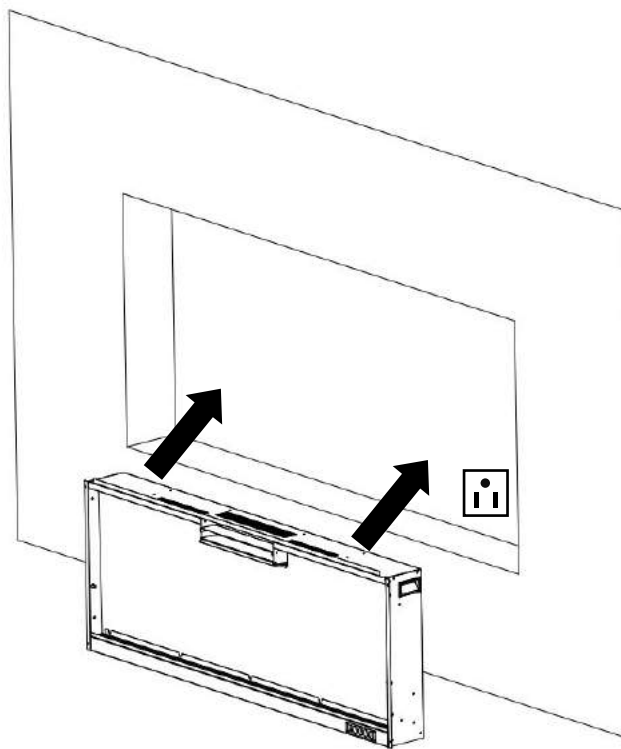
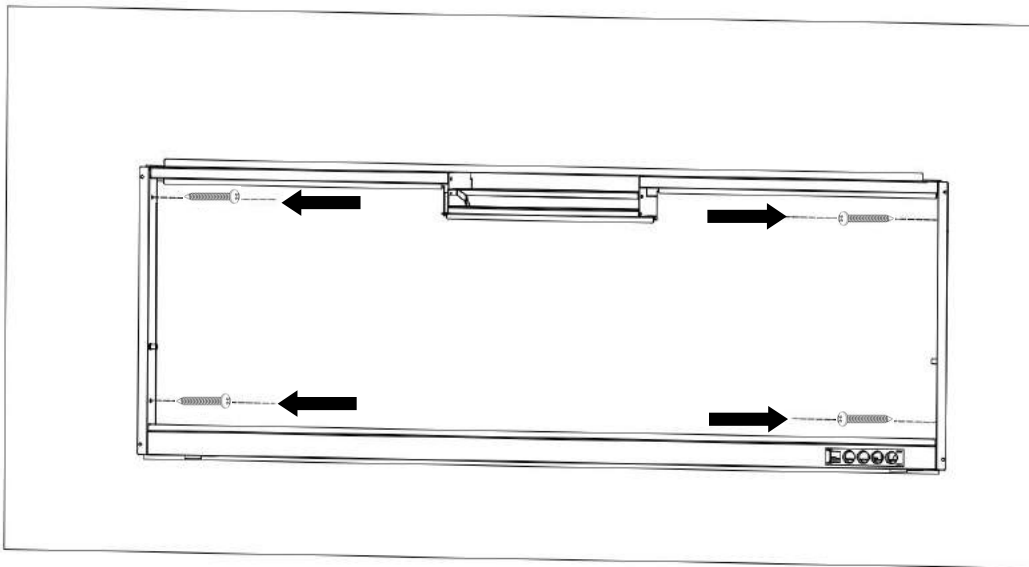

Fig. 2-3
Fig. 2-4
E. Demandez à deux personnes adultes de soulever le foyer et de l'insérer dans le cadre d'encastrement, puis de le fixer en installant 4 vis à bois (B) dans les trous (Fig. 2-3, Fig 2-4).